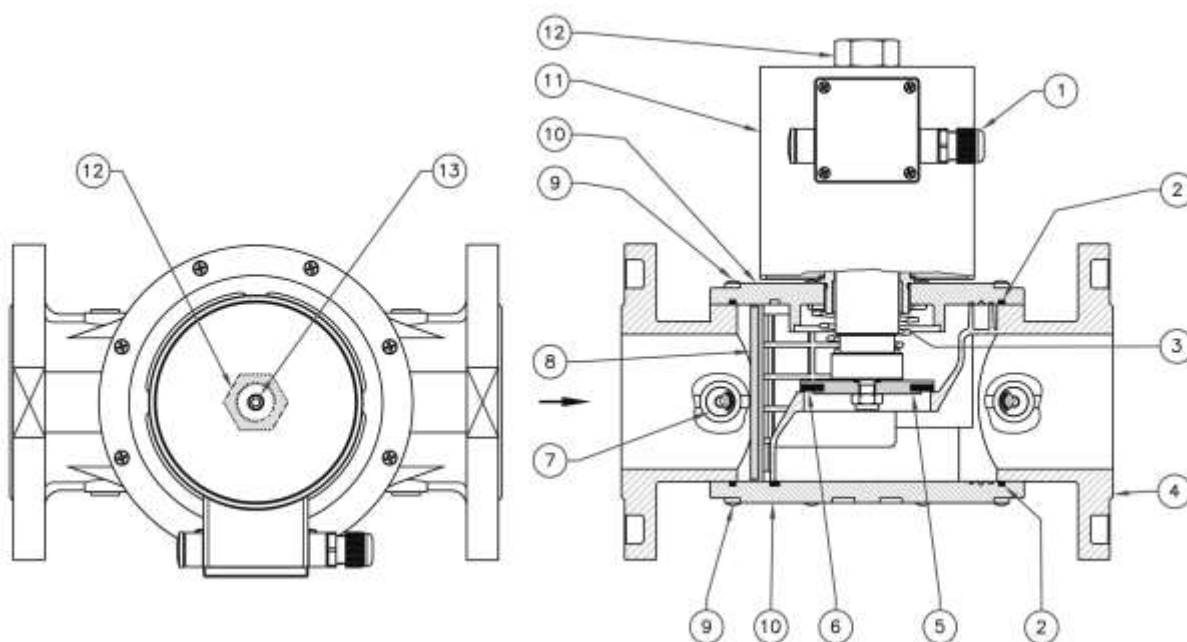

Рис. 3
Клапан рис. 3 состоит из: электрический коннектор (1); уплотнительные кольца (2); пружина запирающего механизма (3); корпус (4); затвор (5); манжета затвора (6); заглушка (7); крышка нижняя (10); фильтрующий элемент 50 микрон (8); винты (9); крышка (10); электромагнитная катушка (11); гайка крепления электромагнитной катушки (12); винт регулировки расхода (13).